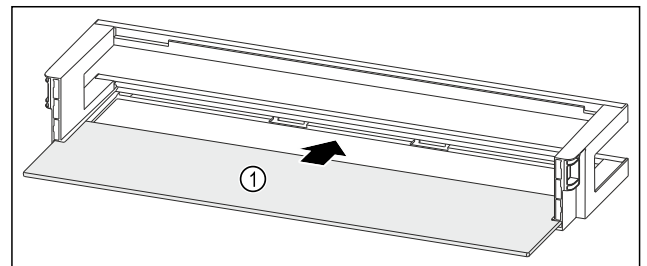

Fig. 90 Deurrek met draagplateau
- ▶ Draagplateau Fig. 90 (1) in de zijdelingse inkepingen schuiven.